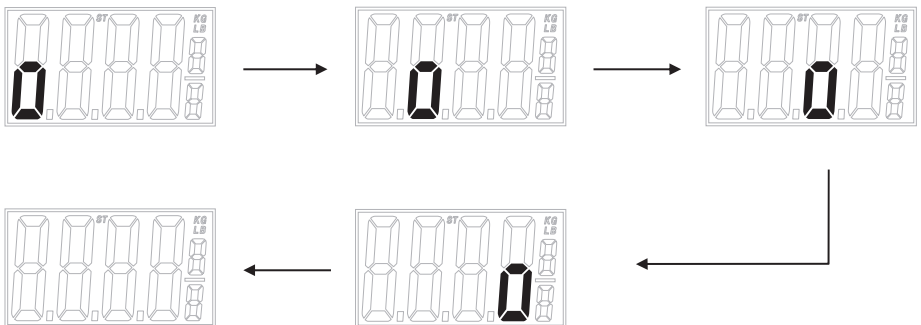

Fig. 2: Moving Zero
4. If the user steps off the scale before a stable weight is obtained, the scale will display 0.0lb/kg for 5 seconds, show a moving zero (see Fig. 2: below) and then the scale will automatically turn OFF.
5. When the user steps off the scale after a stable weight is obtained, the users weight will be displayed for 5 seconds, then a moving zero will be shown (see Fig. 2: below) and then the scale will automatically turn OFF.
4. Si el usuario se baja de la báscula antes de obtener un peso estable, la báscula mostrará 0.0lb/kg por 5 segundos, y a continuación un cero en movimiento (ver Fig. 2: abajo) y luego la báscula se apagará automáticamente.
5. Si el usuario se baja de la báscula luego de haber obtenido un peso estable, el peso del mismo se mantendrá en pantalla por 5 segundos, y a continuación un cero en movimiento (ver Fig. 2: abajo) y luego la báscula se apagará automáticamente.